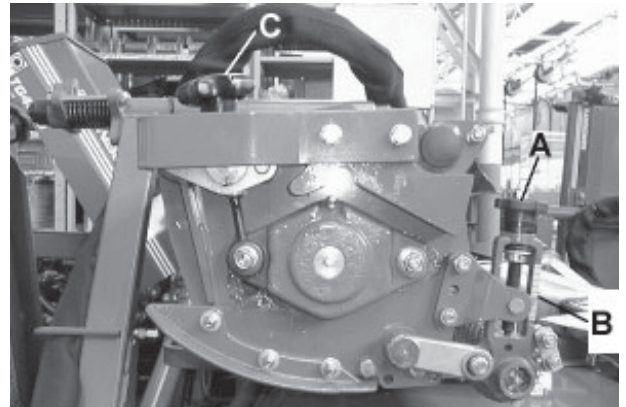

Fig.6
### DE MAAICILINDER VASTSTELLEN OP HET ONDERSTE BLAD (FIG. 6)
1. De cilinder afstellen op het onderste blad door eerst het linker en dan het rechter handwiel (C, Fig. 6) rechtsom te draaien om het systeem op 'maaien' in te stellen. Een 'keep' effect is voelbaar als het handwiel rechtsom wordt rondgedraaid. Hierdoor wordt de cilinder in eenheden van circa 0,035mm in de richting bewogen van het onderste blad.